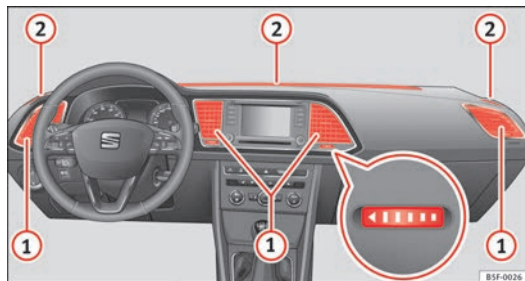

Fig. 84 En el tablero de instrumentos: difusores de aire.
Para garantizar la calefacción, refrigeración y ventilación dentro del habitáculo, los difusores de aire ⇒ fig. 84 ① deberían permanecer abiertos.